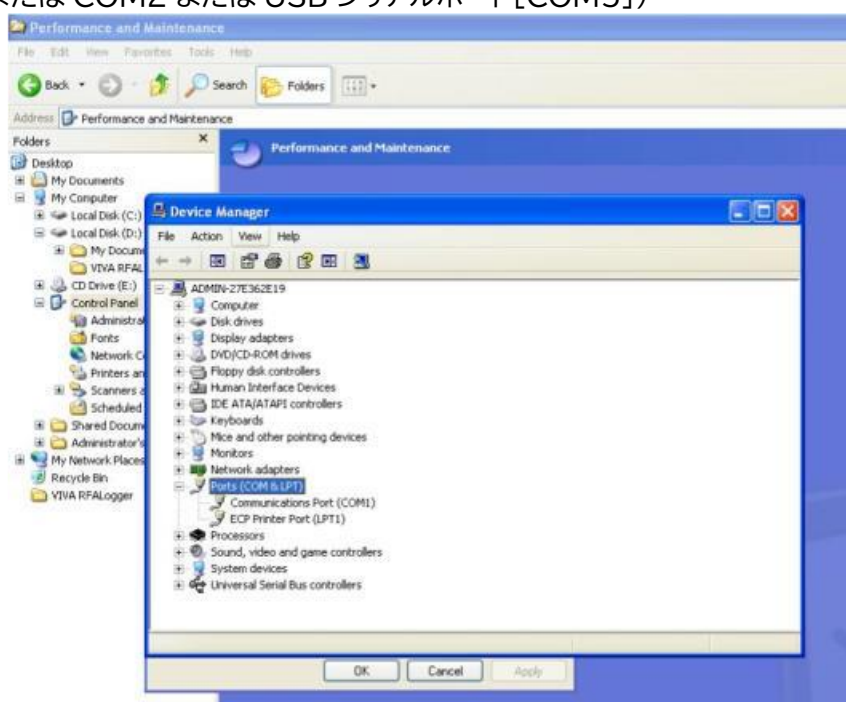
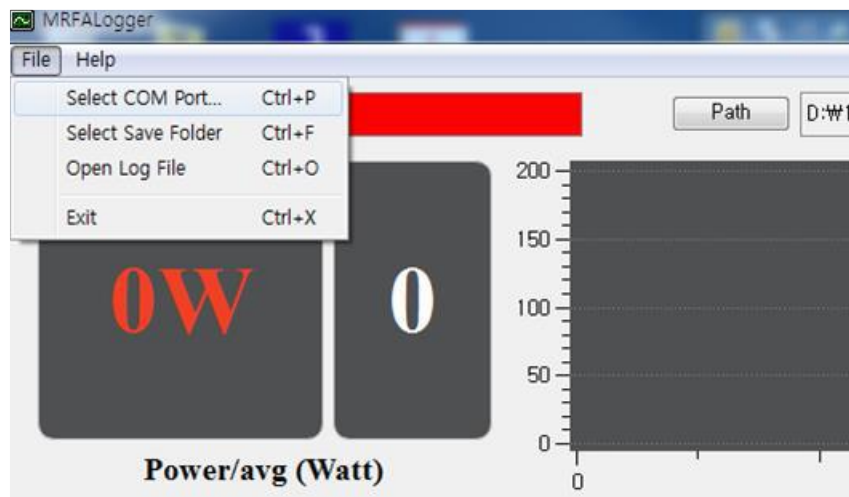

図1
図2
3)コンピュータを使用して、ジェネレータとコンピュータの間の通信のための通信ポートを設定します。(順序:図1→図2→図3)表示されたメニューをクリックして、図1に示すようにデバイスを表示します。使用中のデバイスを選択します。表示されたデバイスリストのポート(COM および LPT)をクリックして、現在の通信ポートを確認します。